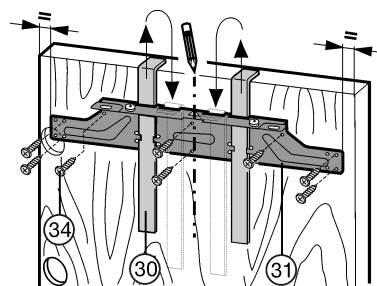

Fig. 20
- ▶ Accrocher la traverse de fixation Fig. 20 (31) sur l'intérieur de la porte du meuble à l'aide des gabarits de montage Fig. 20 (30).
- ▶ Aligner la traverse de fixation Fig. 20 (31) au centre : dessiner une ligne médiane courte sur la porte du meuble et placer dessus la pointe de flèche de la traverse.
- ▶ Visser la traverse de fixation Fig. 20 (31) en utilisant au moins 6 vis Fig. 20 (34).
- ▶ Visser la traverse de fixation Fig. 20 (31) en fixant 4 vis Fig. 20 (34) au bord.
- ▶ Tirer les gabarits de montage Fig. 20 (30) vers le haut, les tourner de 180° et les enfoncer dans les logements adjacents.